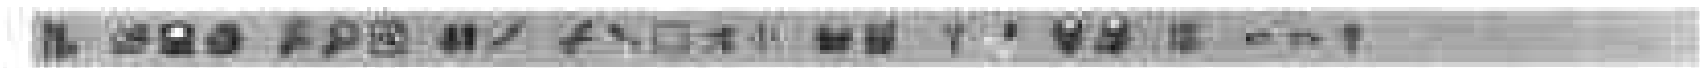

图 2-2 主工具栏
- 主工具栏(Main Tools)——主工具栏位于工作窗口上方、菜单栏的下方,其中包含文件管理、功能管理、缩放等功能按钮,如图 2-2 所示。